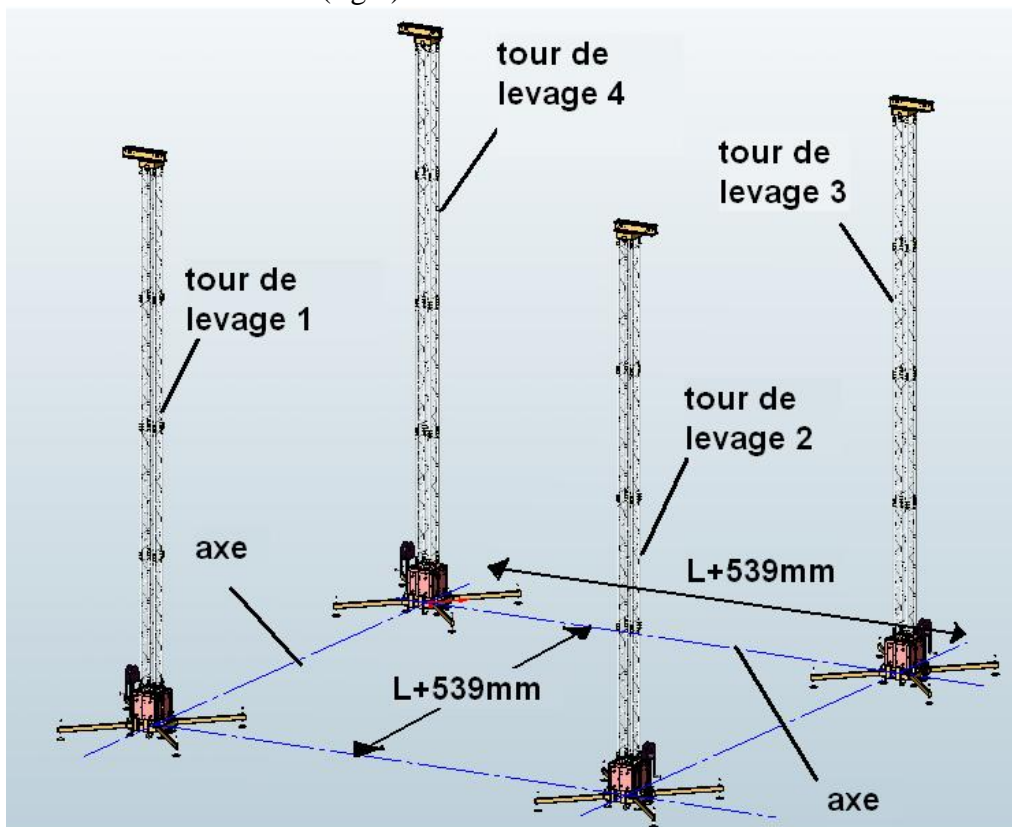

fig.4
- d) Positionner la dernière tour au croisement des deux derniers axes à L+539mm de la tour 3 et de la tour 1 (fig.4).